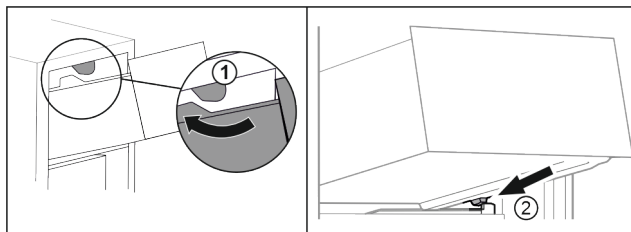

Fig. 97
- ▶ Vezesse el a fiókot a felső ütközők körül. Fig. 97 (1)
- ▶ Helyezze a fiókot ferdén az alsó ütközők mögé, a tartóbordára. Fig. 97 (2)